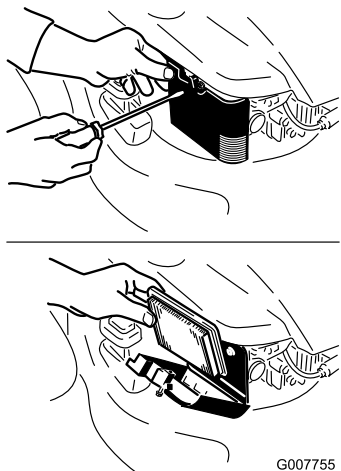

Figura 21
2. Aprite il coperchio del filtro dell'aria ed estraete il filtro da sostituire (Figura 21).